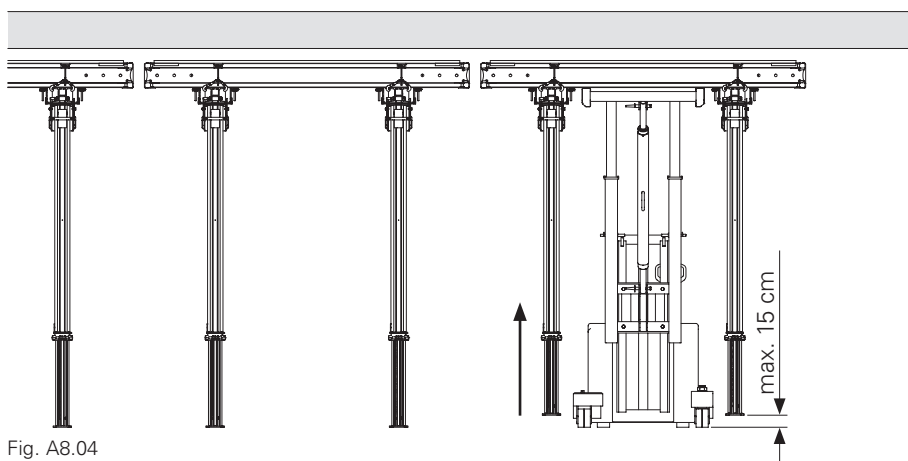

Fig. A8.04
5. Accorciare i MULTIPROP MP di max. 15 cm. (Fig. A8.04)